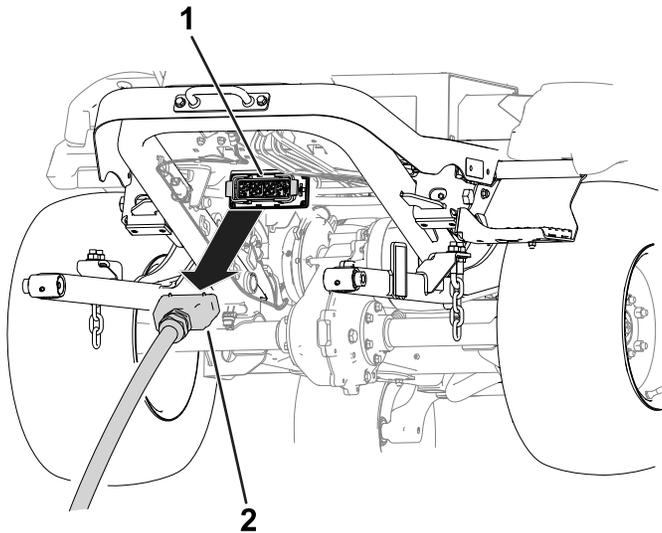

Bild 19
5. Trennen Sie den Anschluss des Mähwerks vom Maschinenanschluss (**Bild 19**).